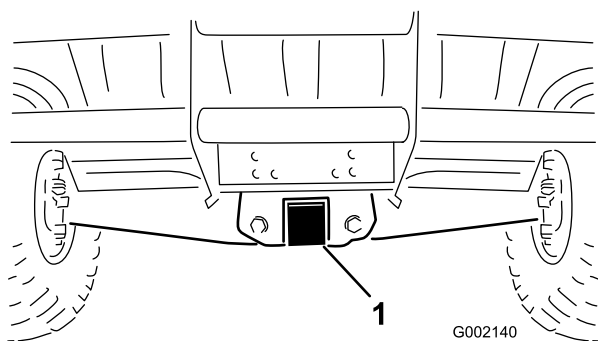

Figura 28
Utilizzate un rimorchio se dovete trasportare il veicolo a distanze considerevoli. Accertatevi che il veicolo sia fissato al rimorchio. Vedere Figura 27 e Figura 28 per conoscere la posizione dei punti di attacco.
2. Fissate una fune di traino al timone sulla parte anteriore del telaio (Figura 28).